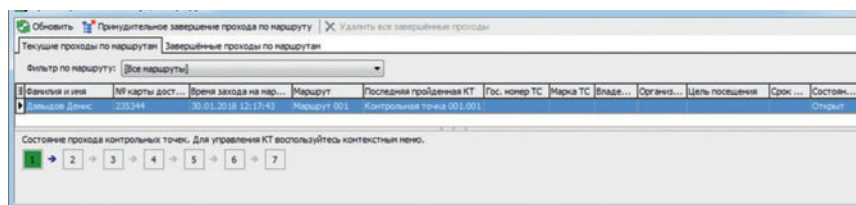

Рис. 2. Форма просмотра состояния текущих маршрутов
- визуализацию информации о движении по маршрутам с выводом данных о транспортном средстве, возникших нарушениях при проходе КТ и т. п. (рис. 2);
- возможность осуществить ручной сброс контрольной точки в первоначальное состояние и запросить принудительный проход как отдельной КТ, так и маршрута в целом (рис. 2).